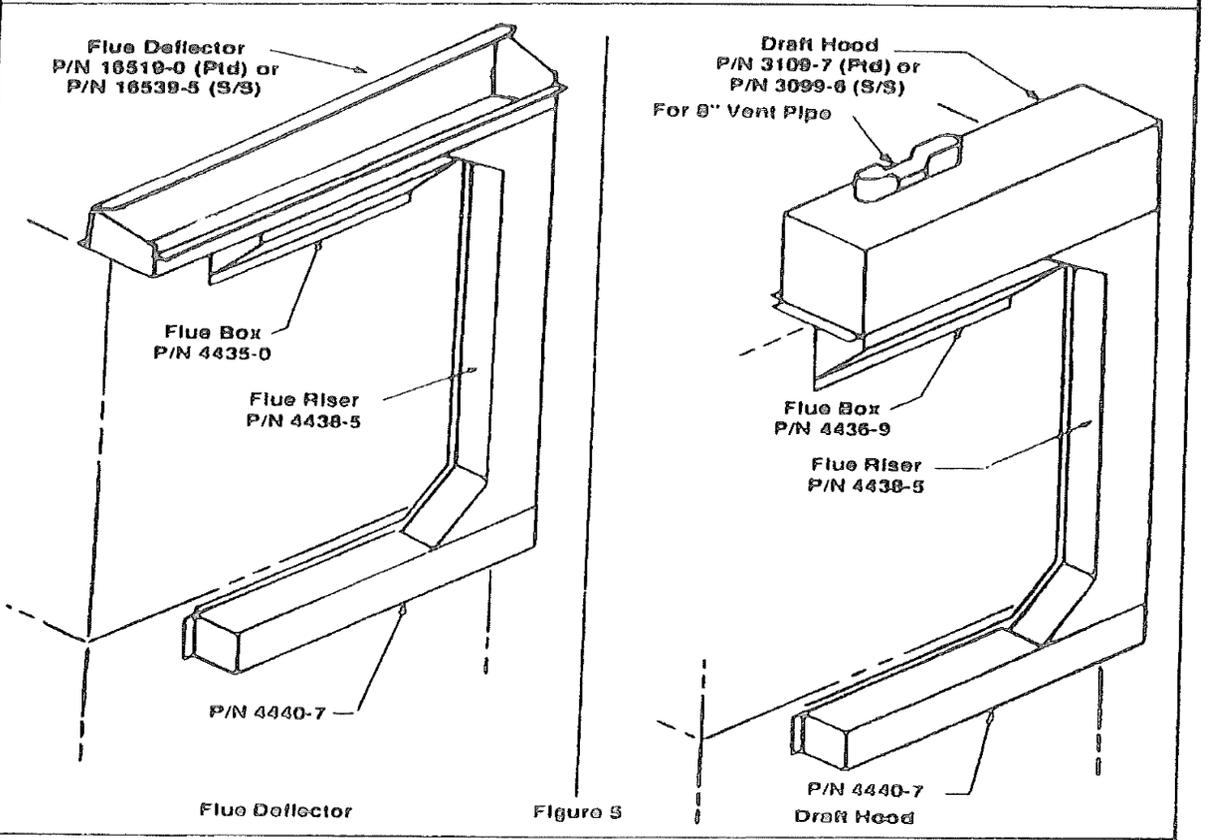

Figure 5
4. Installer le déflecteur de conduit bas profil (réf. 16519-0 ou 16539-5) ou la le coupe-tirage (réf. 03109-7 ou 03099-6). Chaque appareil est fourni avec un déflecteur bas profil ou un coupe-tirage. Le déflecteur bas profil est conçu pour être utilisé lorsque le four est installé sous une hotte de type approprié. Lorsque le four est raccordé directement au système de ventilation, le coupe-tirage doit être utilisé. (Voir les figures 5 et 6)